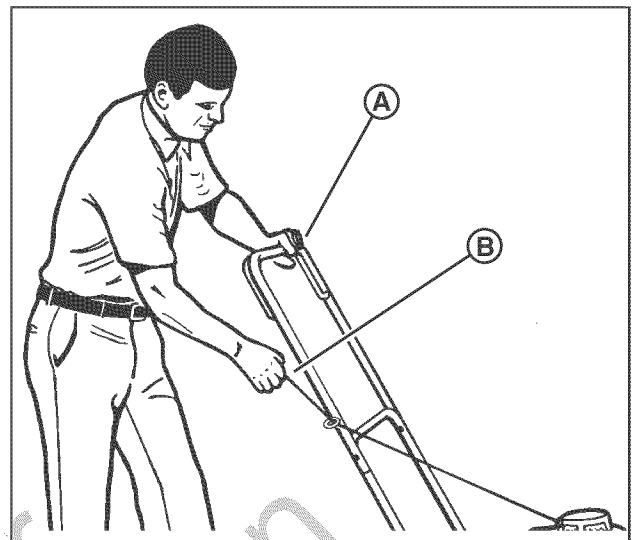

Figure 14: Mise en marche du moteur
5. Restez derrière la tondeuse. Avec une main maintenir le levier d'arrêt du moteur sur la position Fonctionnement (A, Figure 14).
6. Démarrez la tondeuse : Tirez la poignée de la corde de lancement (B) pour démarrer le moteur.